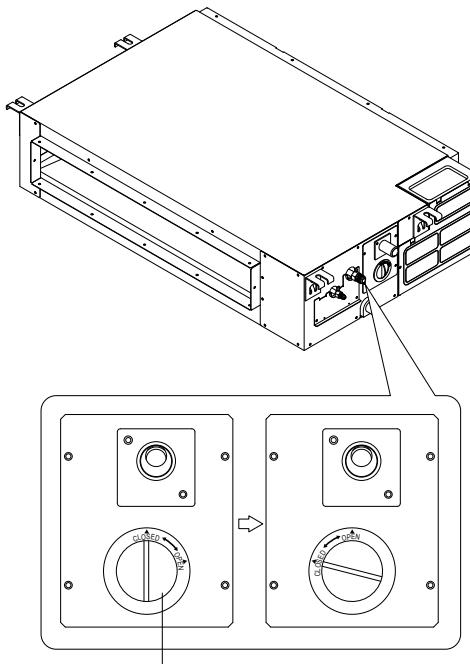

**Рис. 6.5**
- С помощью трубчатого сверла просверлите в стене отверстие диаметром 65 мм. Отверстие следует просверлить с небольшим наклоном вниз, чтобы наружный край отверстия был ниже внутреннего края приблизительно на 12 мм. Это обеспечит правильный сток воды (см. рис. 6.5). Поместите в отверстие защитную манжету. Это защитит края отверстия и поможет герметизировать его после завершения монтажа.